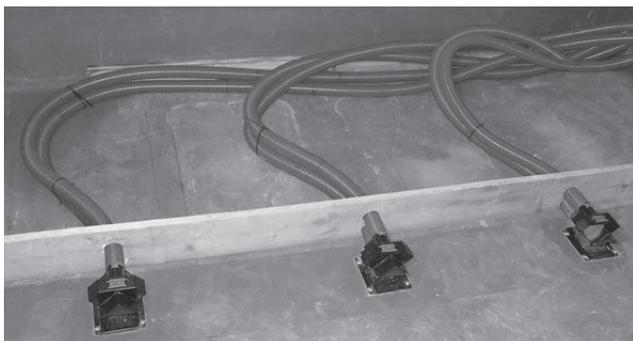

Fig. 23 Collegare le sonde
- ▶ Inserire i tubi flessibili etichettati nei rispettivi collegamenti delle sonde. I cavi di massa devono essere a contatto con i collegamenti. Fissare i tubi flessibili con le fascette di serraggio – Fig. 23.